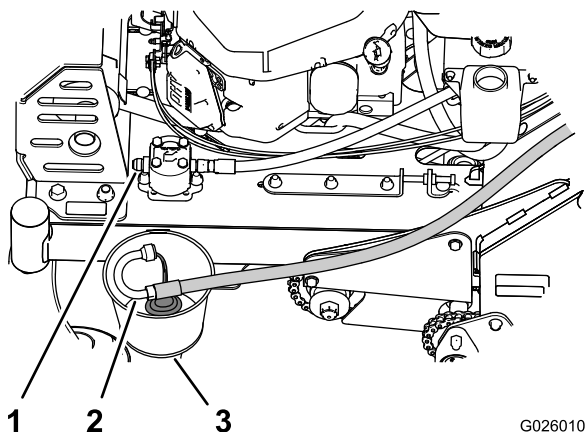

Figure 56
3. À l'avant de la pompe hydraulique auxiliaire, débranchez le flexible d'entrée du raccord hydraulique sur la pompe, placez l'extrémité du flexible dans un bac de vidange et vidangez l'huile (Figure 56).